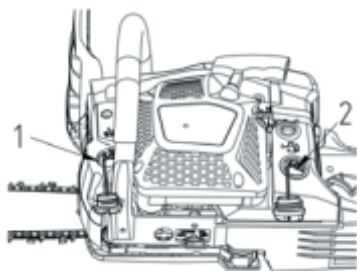

Рис. 6.1
1. Откройте крышку топливного бака. (Рис. 6.1 поз. 2).